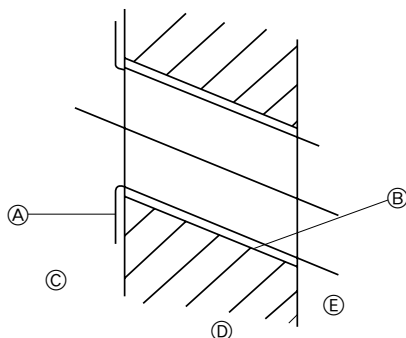

Fig. 3-3
2) Forage de l'orifice des tuyaux (Fig. 3-3)